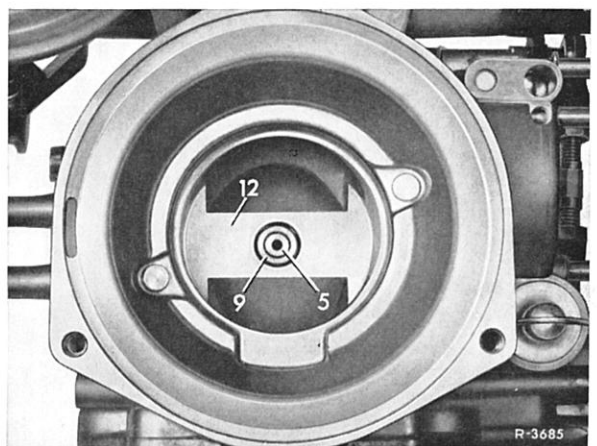

Bild 07—4/12
3 Leerlauf-Kraftstoffregulierschraube (1) so weit hineindrehen, bis die Oberkante der Nadeldüse (5) ca. 1,0 mm über die Brücke (12) hinausragt (Bild 07—4/12 und 13).